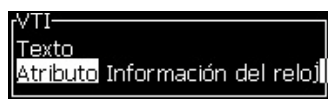

Figura 5-25. Opción de información del reloj
- 3 Pulse la tecla *Enter* para abrir el cuadro de diálogo de configuración para los campos de usuario de texto (consulte Figura 5-25).